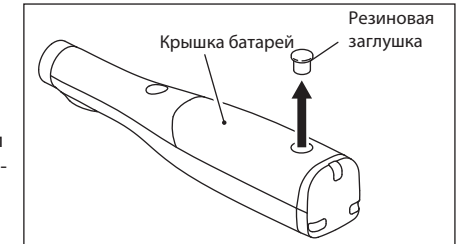

Рис. 13
- 2) Извлеките резиновую заглушку из крышки батарей с помощью отвертки с тонким лезвием. (Рис.13)